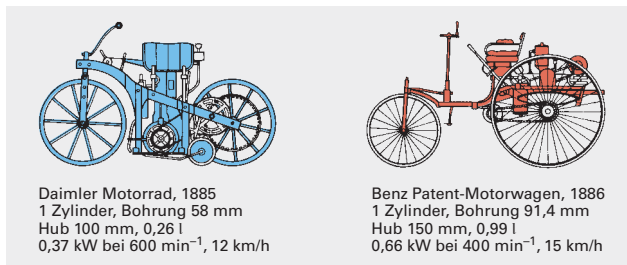

Bild 1: Daimler Motorrad und Benz Motorwagen
- 1885** Erstes **motorgetriebenes Zweirad** von **Daimler**. Erster **Dreiradkraftwagen** von **Benz** (1886 patentiert (Bild 1)).